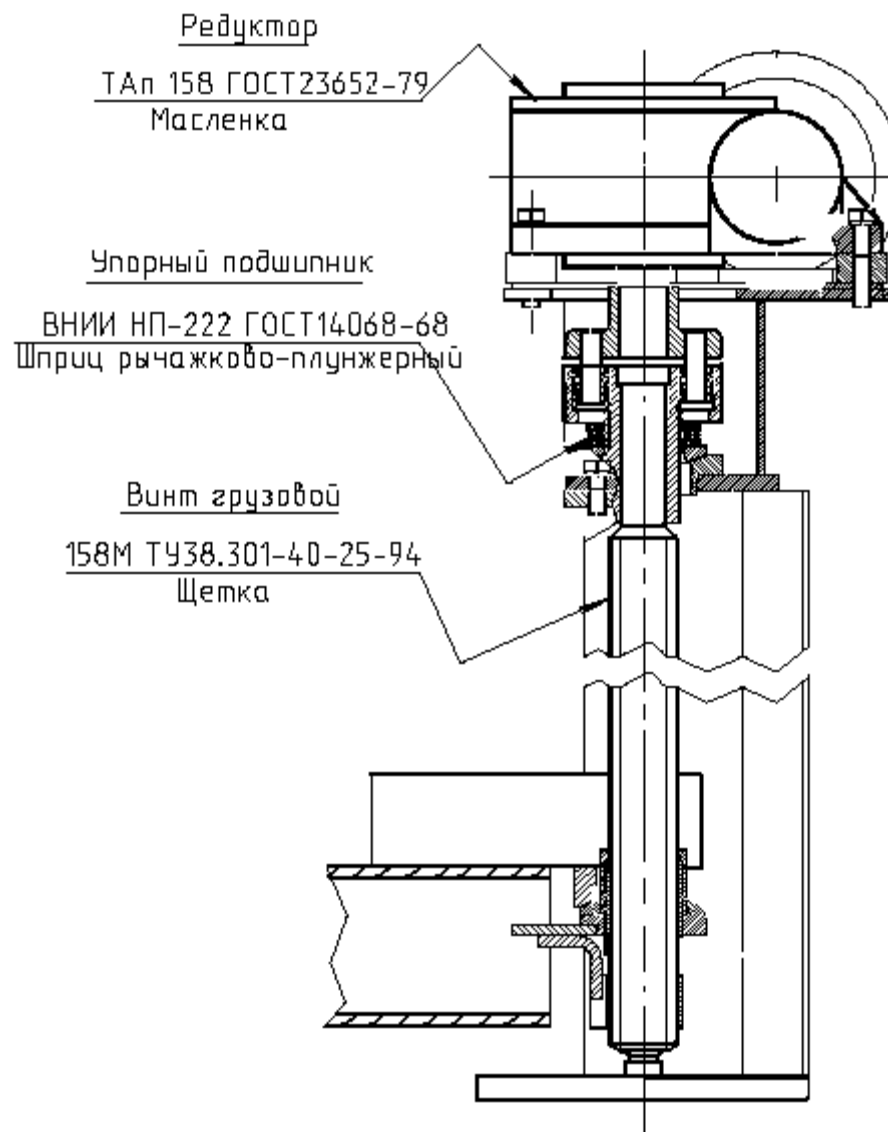

Рис. 6. Карта смазки подъемника ПЛ15Н
- произвести смазку стоек подъемника в соответствии с картой смазки (см. Рис. 6).